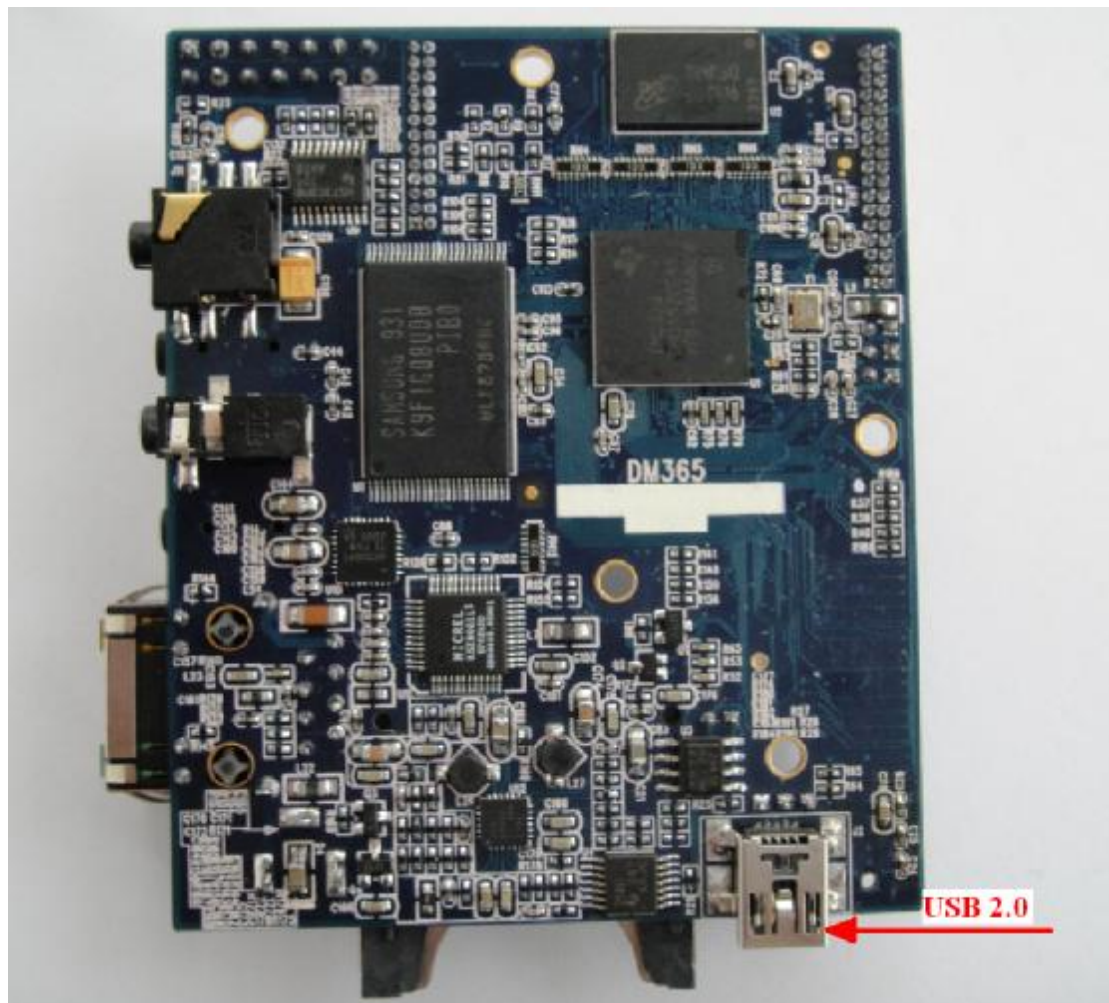

图 4-8 USB2.0 接口
8、一路 High Speed 标准 mini B USB2.0 接口，如图 4-8 所示